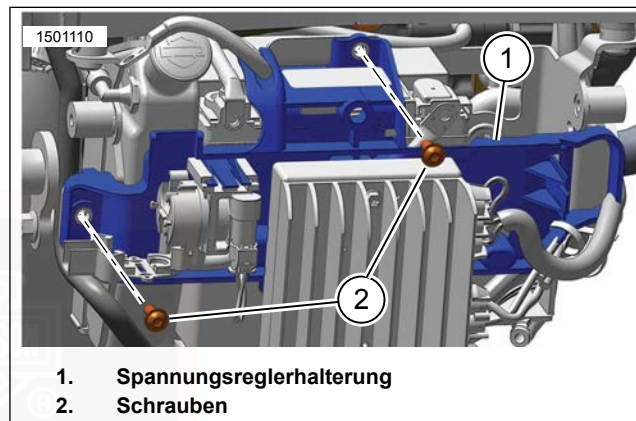

Abbildung 68. Schrauben der Spannungsreglerhalterung
5. Siehe Abbildung 68. Die Schrauben (2) der Spannungsreglerhalterung entfernen.
2. Siehe Abbildung 68. Die Spannungsreglerhalterung (1) positionieren.
3. Die Schrauben (3) der Spannungsreglerhalterung einbauen. Festziehen.